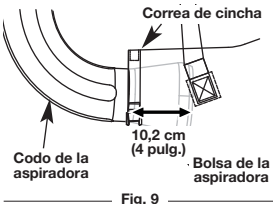

Fig. 9
1. Localice la pequeña abertura de la bolsa de la aspiradora. Introduzca el extremo a chaveta del codo de la aspiradora unas 4 pulgadas aproximadamente dentro de la pequeña abertura. (Fig. 9)